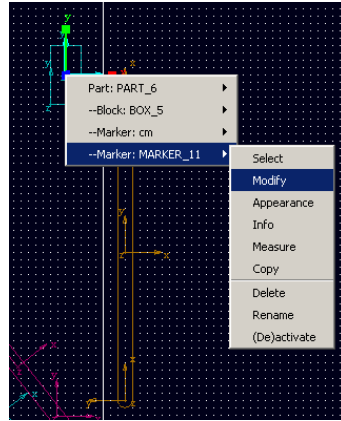

图 5-4 选择属性修改命令
5.2 在所创建的 **MARKER\_11** 点上右击鼠标，在弹出的对话框中选--**Marker: MARKER\_11**→**Modify**,如图 5-4 所示。